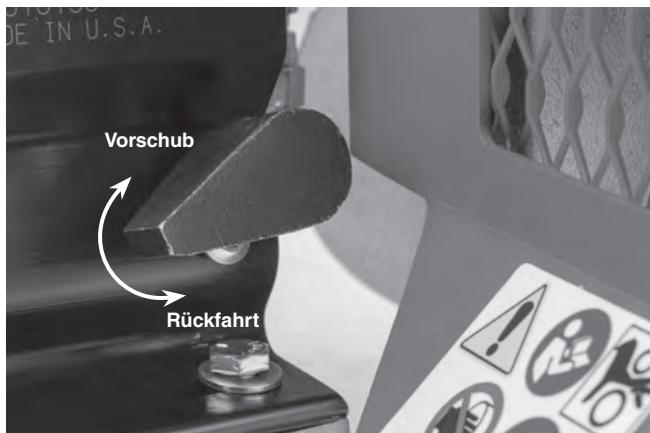

Abbildung 11 – Position des Pumpenentsperrhebels
- Stellen Sie den Pumpenhebel in die Rückfahrtposition, um die Nutrolle zurückzufahren. Siehe Abbildung 11.